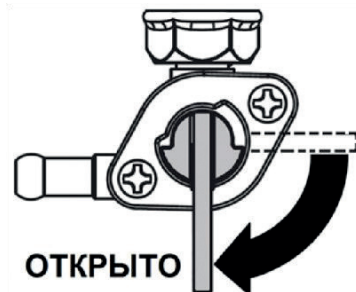

Рисунок 8. Кран топливного бака
1. Откройте кран топливного бака. Для этого рычаг крана переведите в вертикальное положение (Рис. 8).